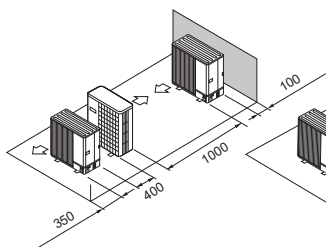

Fig. 2-19
- (5) Disposição de uma unidade em paralelo (Fig. 2-19)